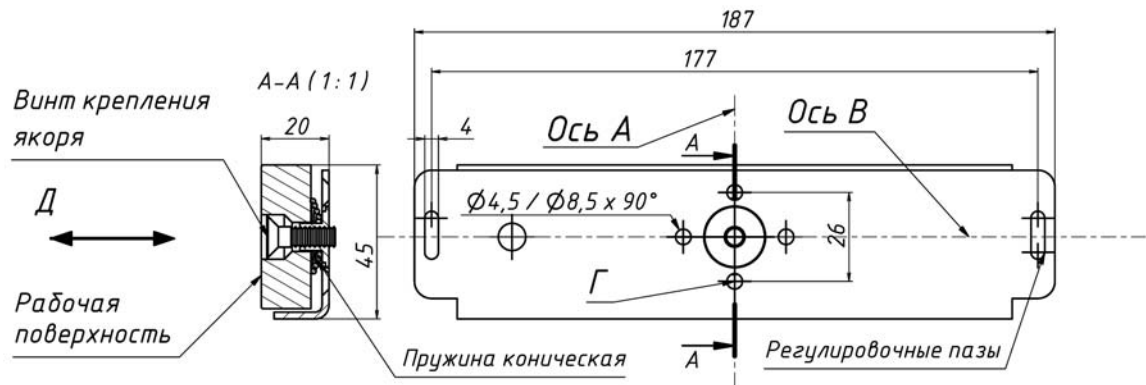

Рис.3 Якорная часть
5.6 Якорная часть замка разборная и состоит из пластины крепления якоря (14), конической пружины (13), якоря (12) и регулировочного винта (16). Пружина обеспечивает необходимый люфт якоря на пластине. Крепление якоря на пластине выполняется регулировочным винтом (16). Под регулировочный винт в двери необходимо просверлить отверстие диаметром 8-10мм на глубину 10мм. Винт позволяет производить регулировку положения якоря в направлении Д (рис. 3). Поворот винта на один оборот перемещает якорь на 1мм. Для вращения винта используется шестигранный ключ из комплекта поставки. Максимально допустимое перемещение якоря за счет винта не более 3мм.
5.7 В процессе монтажа якорная и корпусная части замка должны быть совмещены в продольном и поперечном направлении, до совпадения осей А и В. Положение осей показано на рисунках 2 и 3. Для обеспечения совмещения частей замка в поперечном направлении предусмотрены регулировочные овальные пазы в пластине крепления якоря (14) (рисунок 3), через которые осуществляется предварительный монтаж якорной части. Окончательное закрепление пластины (после совмещения осей) осуществляется четырьмя саморезами (или винтами) через отверстия Г (рисунок 3).